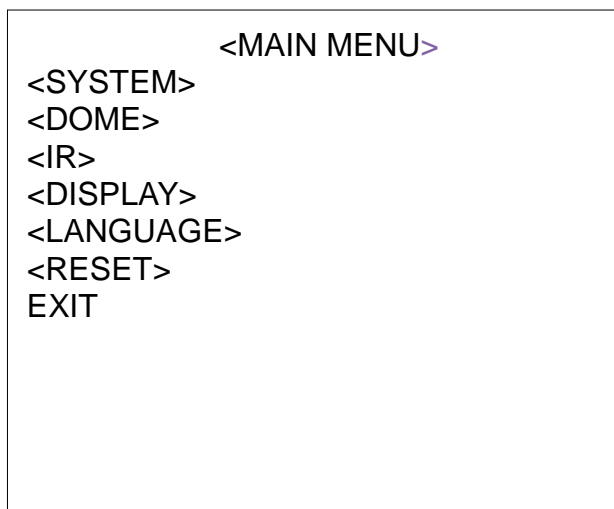

Рисунок 4.1.1 Вход в экранное меню
- ✧ PROTOCOL: Отображение протокола купольной камеры (рис. 4.1.1)